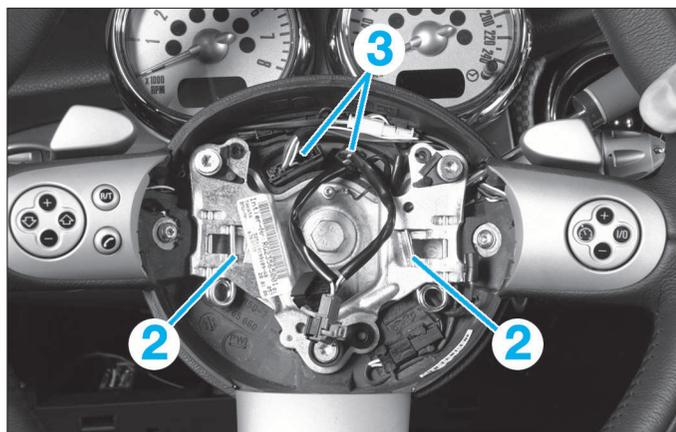

FIG. 13
- Lorsqu'une résistance se fait sentir, comprimer l'épingle (2) (Fig.13) tout en dégageant le côté concerné du module.
- Écarter le module d'airbag du volant et débrancher les connecteurs (3).